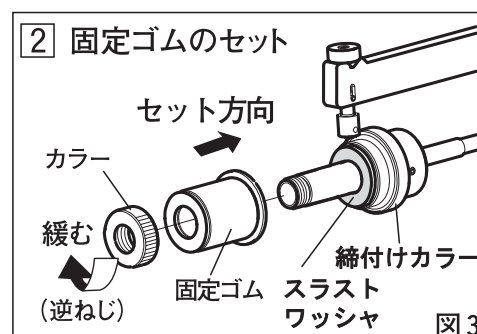

図 3
- ① カラー（PWA40の場合はカラーPWA40）を取り外します。(図3)